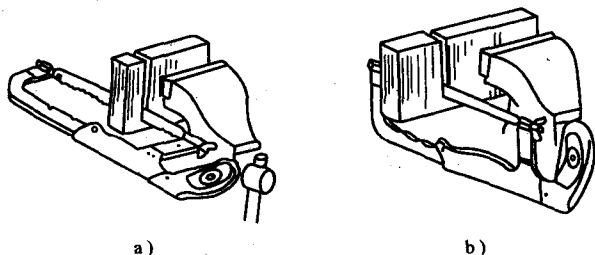

图 1-5 锯削深缝材料的方法
(1) 操作方法及技巧 由于锯弓的结构形状所限, 为避免锯削时锯弓杆碰撞工件, 在锯削深缝时要根据工件的实际情况, 以不妨碍锯削为原则, 可以按图 1-5 中所示的方法, 在锯弓架上灵活选择锯条的转动方向。当锯缝的深度超过了正常的锯削深度时, 可将锯条旋转  $90^\circ$  或  $180^\circ$ , 与此同时, 要适时调整施力的方向和力度。